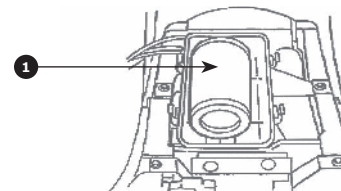

Рис. 73
3. Выньте из корпуса элемент **1** Рис. 73 воздушного фильтра.